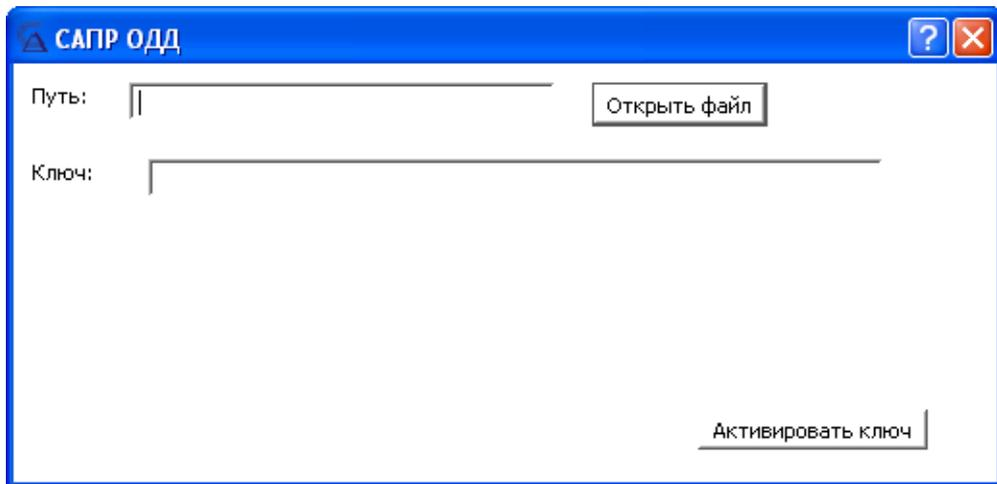

Рисунок 14
8) В появившемся диалоговом окне указать путь к ключу, нажав кнопку "Открыть файл", по завершению нажать кнопку "Активировать ключ" (рис. 14).